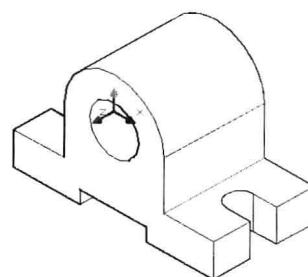

图 8-4-8
(13) 在“视图”面板中单击视图选择栏，在弹出的列表中，选择视图名称“东南等轴测”，用同样的方法，在实体表面上绘制多段线，并使用“按住 / 拖动”按钮，在模型上挖除多段线区域内的实体部分，如图 8-4-8 所示。